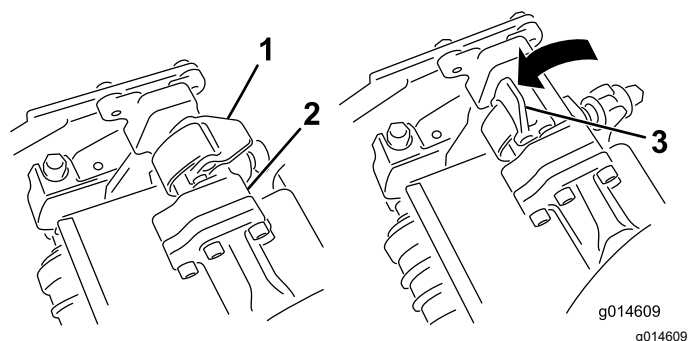
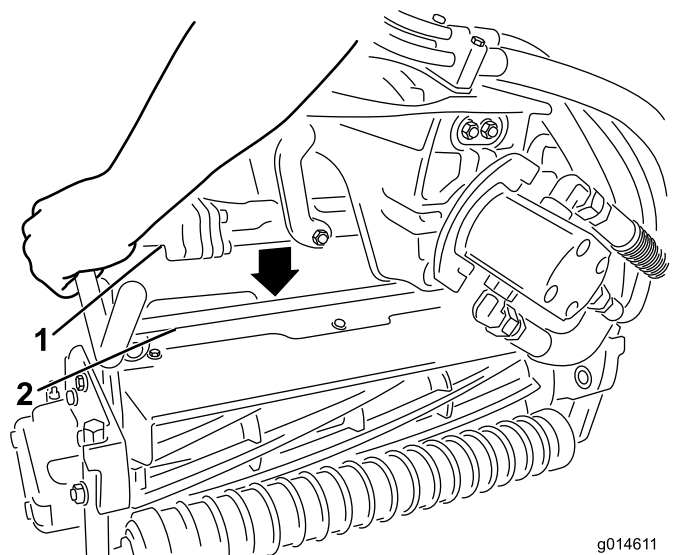

Figura 54
Figura 55
3. Con los enganches del brazo de suspensión orientados hacia arriba (es decir, abiertos (Figura 54), empuje hacia abajo el brazo de suspensión de modo que la barra encaje en la barra situada en la parte superior de la unidad de corte (Figura 55).
4. Presione los enganches hacia abajo alrededor de la barra de la unidad de corte y bloquéelas (Figura 54).
- Abra los enganches de la barra del brazo de suspensión de la unidad de corte que está retirando (Figura 54).